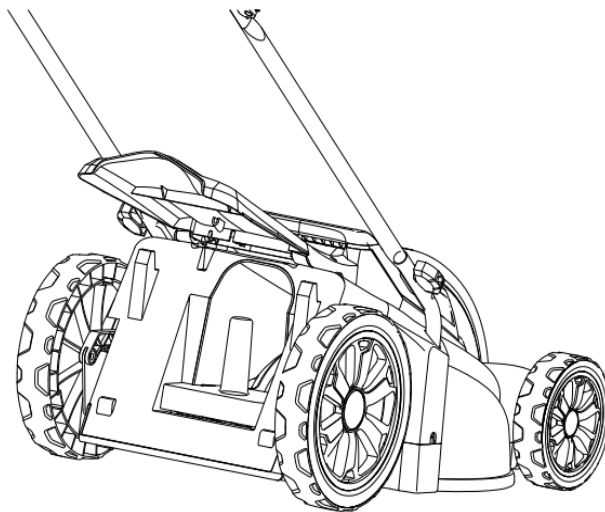

Рис. 6
- d. Чтобы снять мульчирующую вставку (22), откройте крышку канала выброса (5) и удерживайте её в этом положении (Рис. 6).
- e. Чтобы извлечь мульчирующую вставку (22) из канала выброса травы (20), потяните мульчирующую вставку на себя за ручку (22а).
- f. После этого осторожно опустите крышку канала выброса (5).